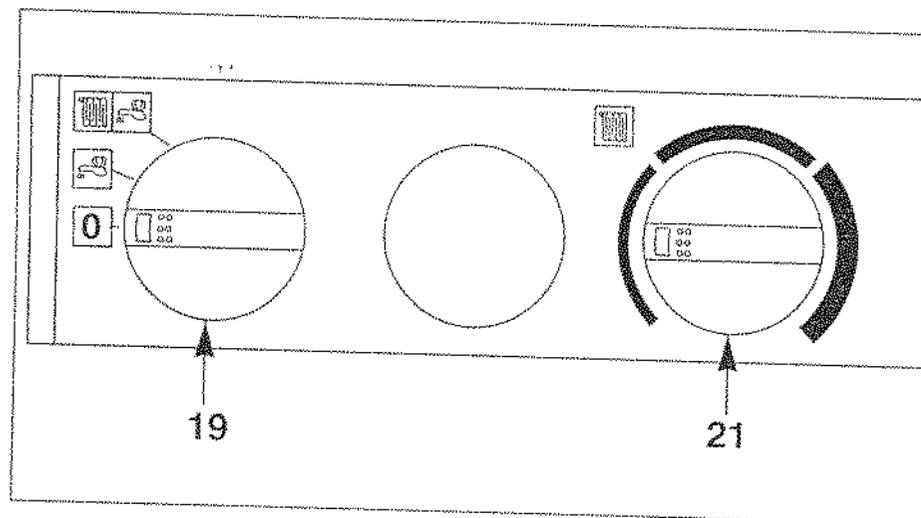
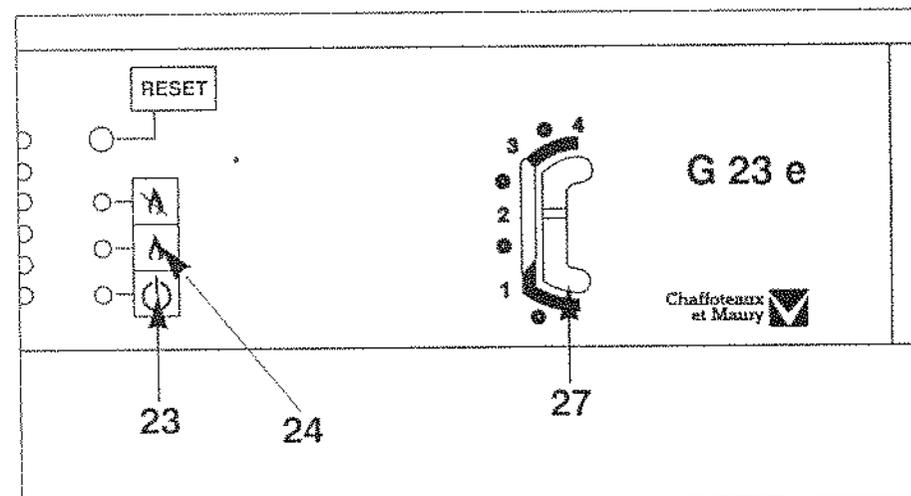

Fig. 23
Fig. 24
- Placez le commutateur "19" (fig. 23) en position « IIII  » voyant vert "23" allumé ; le voyant orange "24" (fig. 24) s'allume chaque fois que le brûleur entre en fonction.
Le bouton de réglage du chauffage "21" « IIII » (fig. 23) donne la possibilité d'ajuster la température de l'eau du circuit de chauffage en fonction des besoins saisonniers.
- Placez le commutateur "19" en position arrêt « ● » (extinction du voyant vert "23" (fig. 24).
*Ne pas oublier de le rouvrir en début de saison de chauffage, lorsque l'on replace le commutateur "19" (fig. 23) en position « IIII  ».*